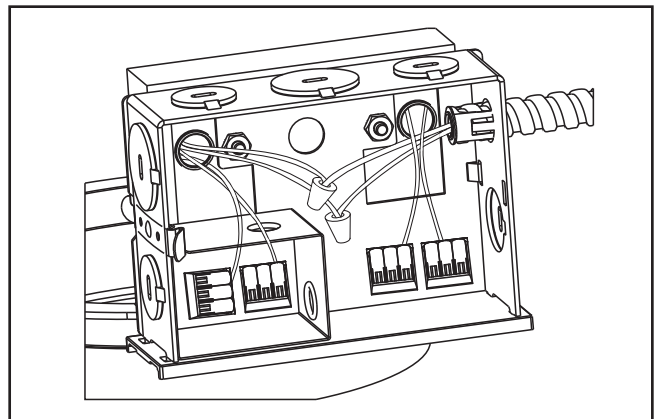

Figura 12
3. Extraiga una de las cubiertas de la caja de empalmes. Conecte los cables conductores de suministro a los cables conductores de la reactancia según el diagrama de cableado, y los códigos eléctricos locales o el Código Eléctrico Nacional (Figura 12).
1. Brinde el servicio eléctrico a la caja de derivación (ubicada en el marco de yeso) de acuerdo al "Código Eléctrico Nacional" o a su código eléctrico local. El aislamiento del cable de suministro debe estar calificado para una temperatura de al menos 90 °C. *The junction box is listed for (4) #12 AWG (two in, two out) 90°C conductors and feed thru branch wiring for type IC and Plug in drivers for 120/277V only. For all other cases (8) #12 AWG (four in, four out) 90°C conductors and feed thru branch wiring for 120/277V only.*
2. Retire la cubierta de la caja de empalmes (Figura 12).